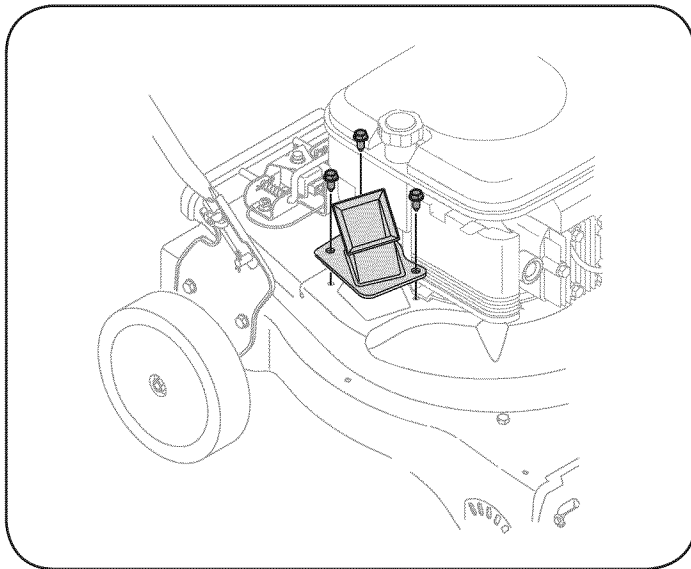

Figura 26
3. Ajuste los tres tornillos de cabeza hexagonal que sostienen el canal de la cortadora a la caja superior. Vea la Figura 26.